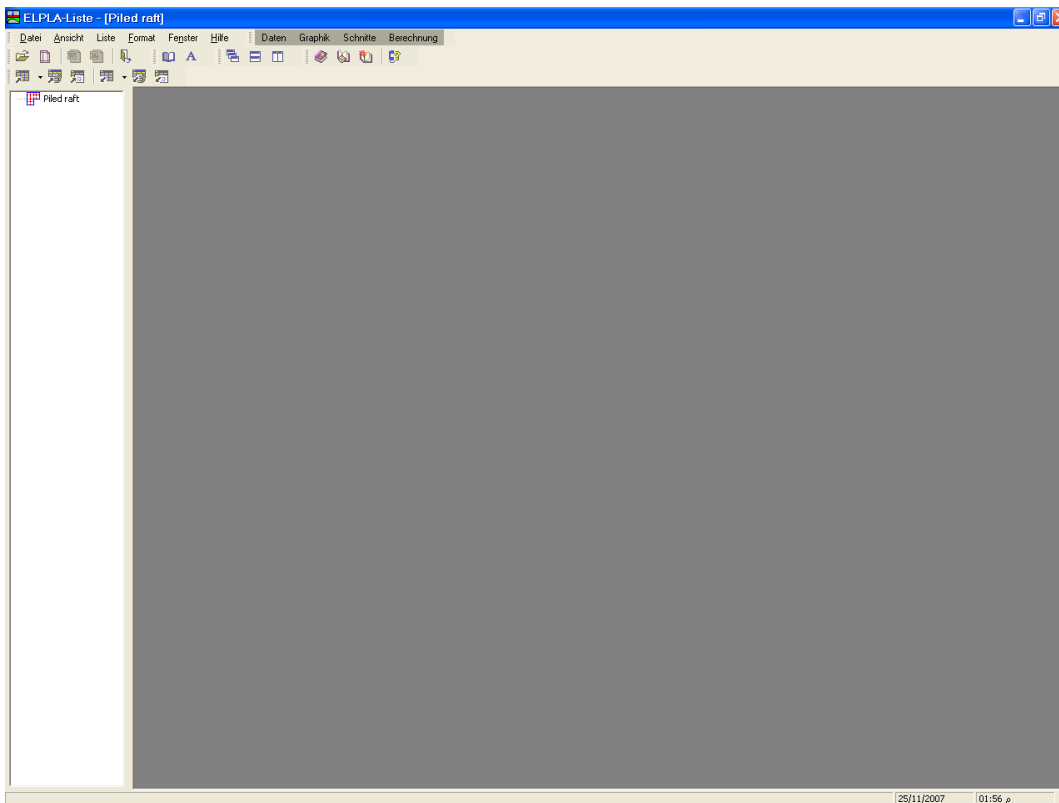
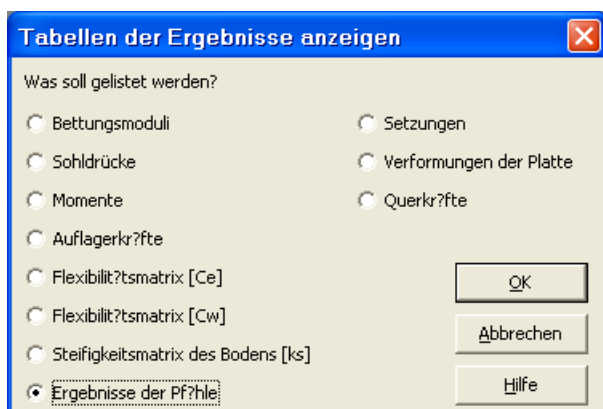

Bild 12-41 Oberfläche des Unterprogramms *ELPLA-Liste*
Bild 12-42 Optionsfeld "Tabellen der Ergebnisse anzeigen"
Um Daten und Ergebnisse aufzulisten, überlassen Sie *ELPLA-Schnitte* dem Programm *ELPLA-Liste* durch Klicken auf "Liste" in der Menüleiste der Unterprogramme an der oberen rechten Ecke des *ELPLA-Schnitte*-Fensters. Das *ELPLA-Liste*-Fenster erscheint (Bild 12-41).
- Wählen Sie den Befehl "Tabellen der Ergebnisse anzeigen" aus dem Menü "Liste" des Programms *ELPLA-Liste* (Bild 12-41). Das folgende Optionsfeld im Bild 12-42 erscheint